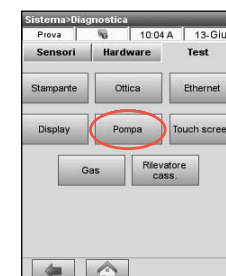

Figura 4: Gestore di sistema > Diagnostica > Test > Pompa
2. Premere **Pompa** (Figura 4) se si vuole controllare il funzionamento del motore della pompa: la pompa dovrebbe girare facilmente senza eccessivo rumore. Questo test verifica automaticamente tutte le velocità utilizzate durante la normale attività (7.5–120 rpm) quindi una volta terminato il test, ritorna alla scheda Diagnostica > Test.